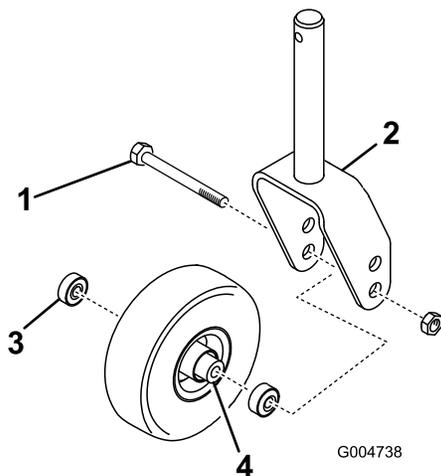
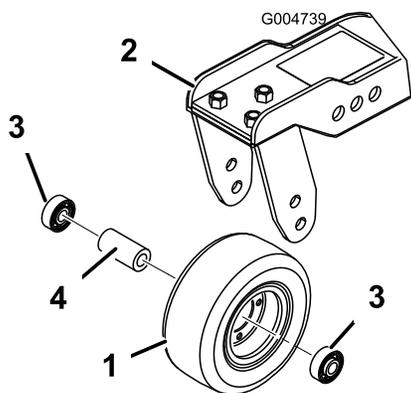

Figura 80
Figura 81
1. Togliete il dado di bloccaggio dal bullone che fissa il gruppo ruota orientabile alla forcella (Figura 80) o al braccio di rotazione (Figura 81).
2. Togliete il cuscinetto dal mozzo della ruota e lasciate cadere il distanziale del cuscinetto (Figura 80 e Figura 81).